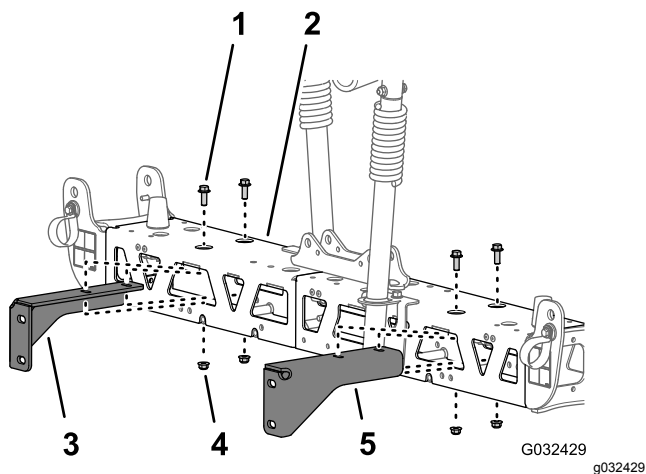

Figura 51
2. Rimuovete i 2 bulloni a testa flangiata ($\frac{3}{8}$ " x 1") e i 2 dadi di bloccaggio flangiati ($\frac{3}{8}$ ") che fissano la staffa di supporto alla sezione di irradiazione centrale e rimuovete la staffa (Figura 51).
3. Rimuovete i 2 bulloni a testa flangiata ($\frac{3}{8}$ " x 1") e i 2 dadi di bloccaggio flangiati ($\frac{3}{8}$ ") che fissano l'altra staffa di supporto alla sezione di irradiazione centrale e rimuovete la staffa (Figura 51).